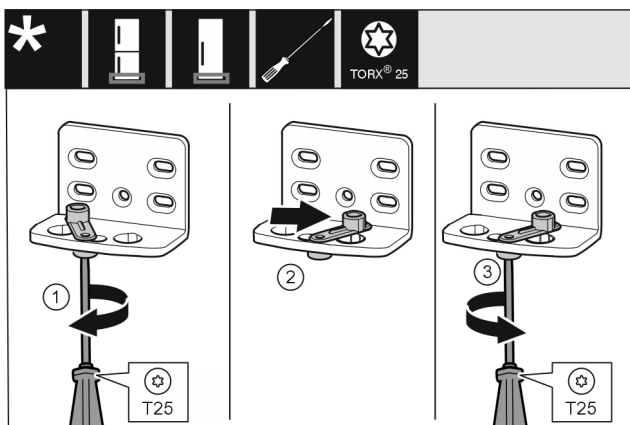

Fig. 17 *
- ▶ С отвертка завийте хлабаво винта Fig. 17 (1)*
- ▶ Повдигнете помощното приспособление за затваряне Fig. 17 (2) на вратата и го завийте в отвора с 90° надясно.*
- ▶ С отвертка затегнете винта Fig. 17 (3)*